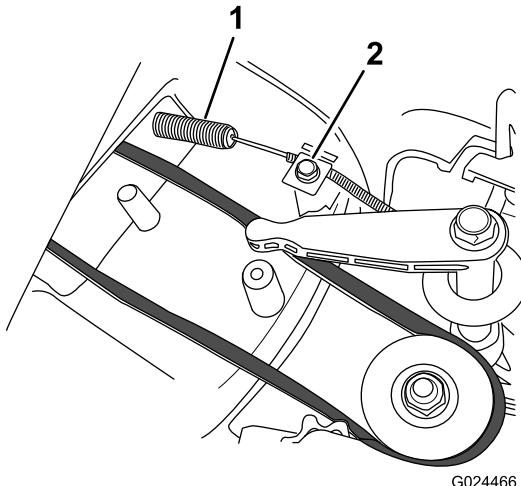

Figura 30
- Instale el nuevo cable del freno de la cuchilla, pero no apriete la abrazadera de la parte superior de la carcasa de corte (Figura 30).